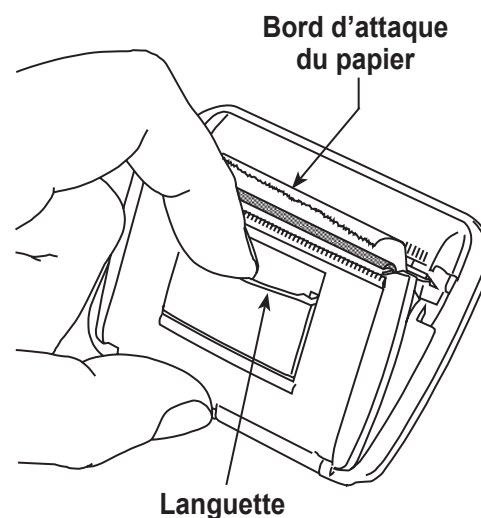

Figure 12
1. Retirez le couvercle de l'imprimante en tirant sur la languette tel qu'indiqué sur la Figure 12.
8. Placez l'imprimante dans son emplacement sur le panneau de commande. Appuyez la face de l'imprimante contre le panneau de sorte à ce que les faces soient parallèles, orientée de sorte à ce que le papier sorte par le haut de l'imprimante, comme illustré sur la Figure 12.